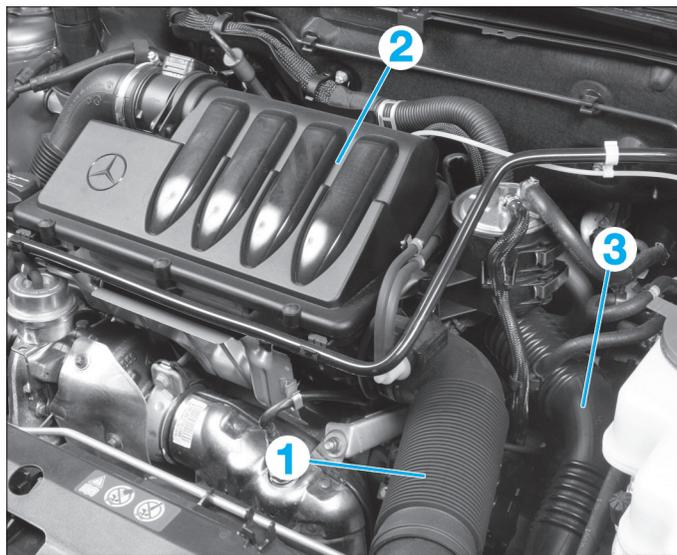
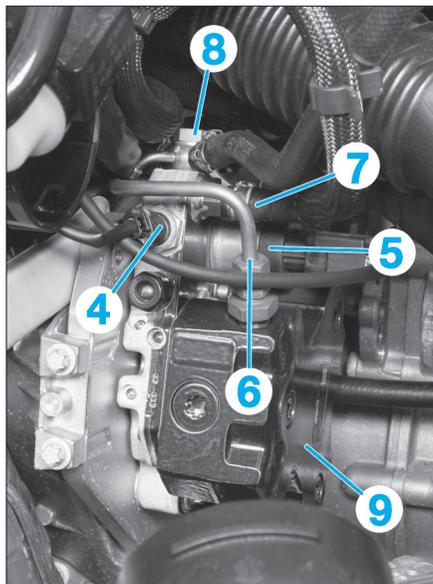
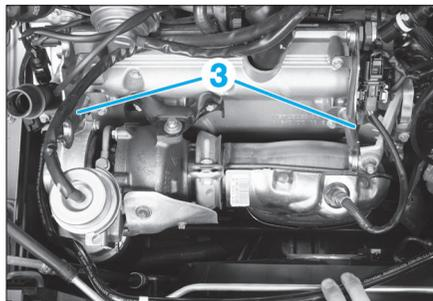

FIG. 41
FIG. 46
FIG. 47
- Déposer (Fig.41) :
- le tuyau d'arrivée d'air (1),
- le boîtier de filtre à air (2).
- le tuyau d'air de suralimentation (3) (Fig.41).
- le boîtier de filtre à air (2),
- le tuyau d'air de suralimentation (3).
- Débrancher les connecteurs du capteur de température de carburant (4) et de l'électrovanne de régulation de débit (5) (Fig.46).
- Déposer les supports (3) du boîtier de filtre à air (Fig.47).